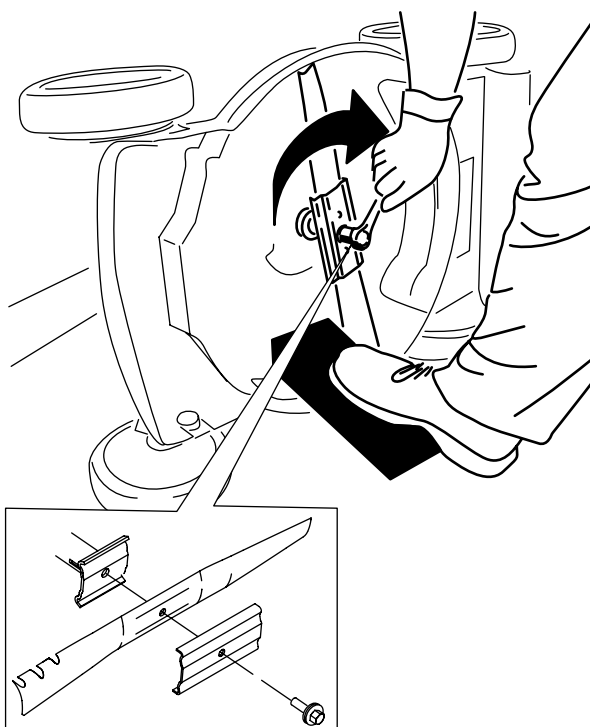

Figura 22
4. Instale a nova lâmina, suporte e parafuso da lâmina (Figura 22).